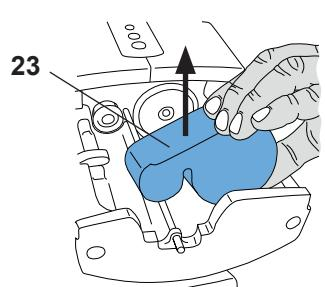

Fig. 4
- ⇒ Tryk på tilbagekørselstasten (Fig. 4).